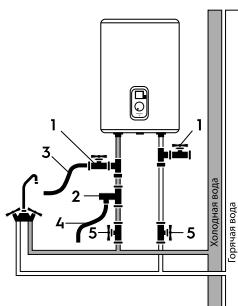

Рис. 4
При подключении к системе водоснабжения необходимо предусмотреть и реализовать установку индивидуальных запорных вентилей (рис. 4, поз. 5) на линии подачи холодной воды в водонагреватель и на линии выхода горячей. Индивидуальные запорные вентили по линии горячей и холодной воды, должны быть в закрытом состоянии в период неиспользования водонагревателя, проведении профилактических и технологических работ на линии водоснабжения. Установка и правильное использование запорных вентилей является обязательным условием при предоставлении гарантийного обслуживания, а так же залогом длительной и безаварийной работы водонагревателя.
Для упрощения процесса слива воды из водонагревателя рекомендуется на входе и выходе воды из водонагревателя установить тройники (рис. 4, поз.1).
Подключение обратного предохранительного клапана (рис.4, поз. 2): клапан следует устанавливать в месте входа холодной воды (удостоверьтесь, что гибкая сливная трубка (рис.4, поз. 4) установлена, на отверстие спуска давления и слива воды и направлена вниз в специальный дренаж для удаления воды).
Как показано на рис. 4а при горизонтальной установке водонагревателя трубы подводки должны быть расположены справа.
Рис. 4а
- Присоедините дренажный шланг (позиция 3 на рис. 4) к запорному крану на тройнике на входе холодной воды в водонагреватель и направьте его в канализацию, либо в место слива воды. Откройте запорный кран и дождитесь полного слива воды.